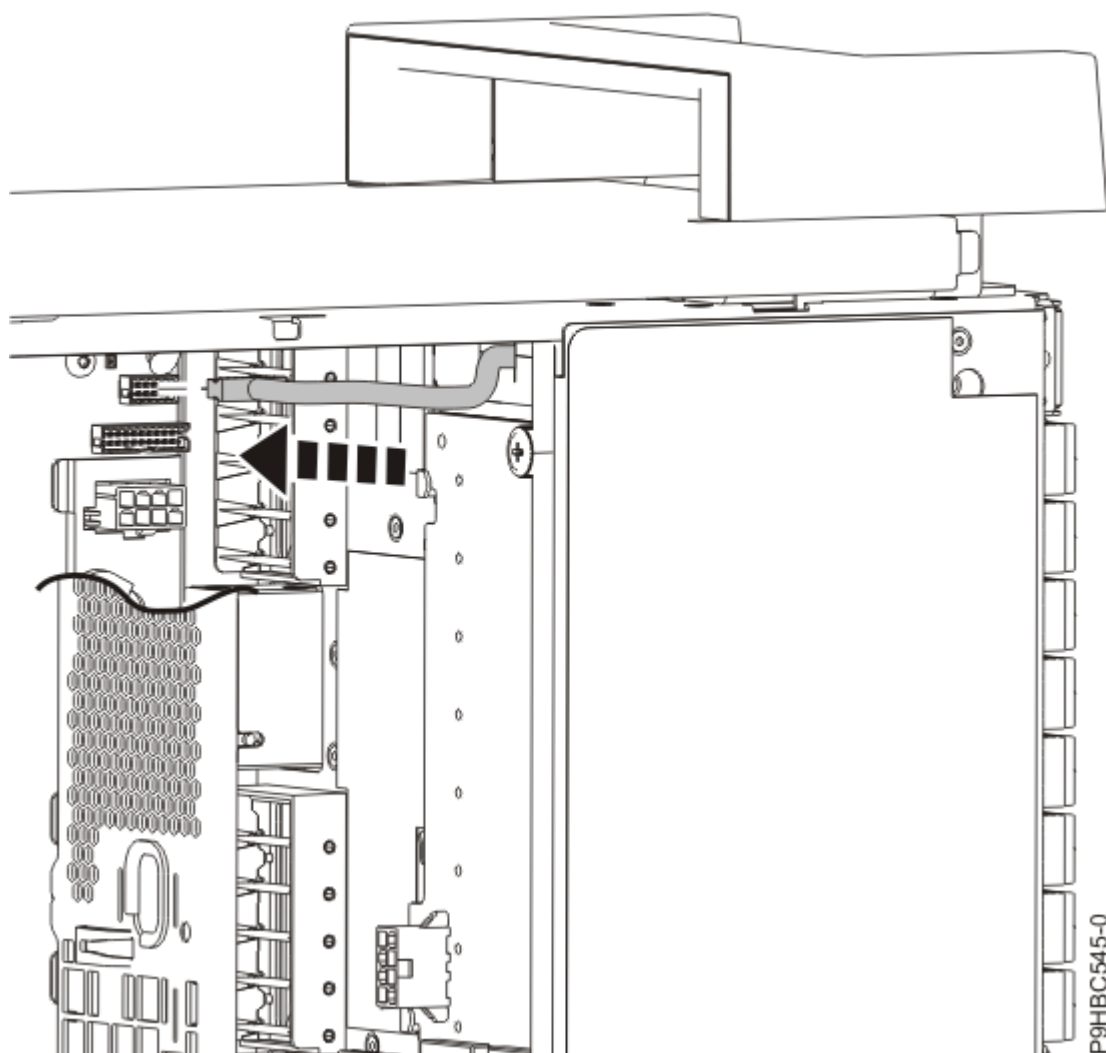

*Figura 123. Camí d'accés del cable de la pantalla del panell de control per un sistema autònom*
4. Pel sistema autònom, inseriu el cable de la pantalla del panell de control al sistema, tal com es mostra a la Figura 122 a la pàgina 129 i a la Figura 123 a la pàgina 130.